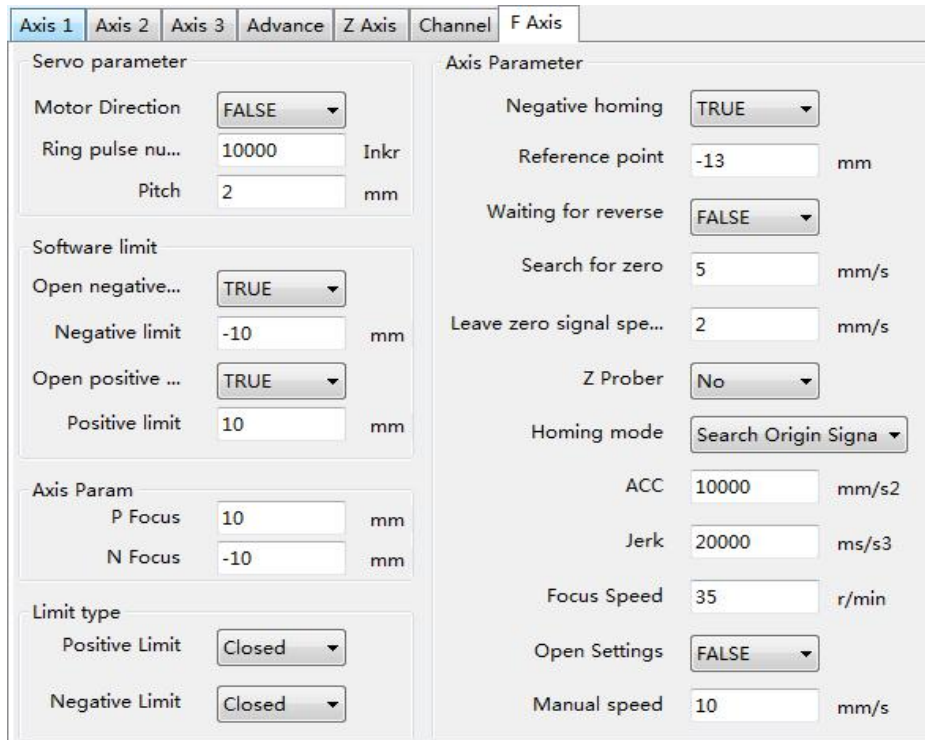

Fig 4.4-Axis parameter interface
4. Axis parameter (default parameter, shown in Figure 4.4)